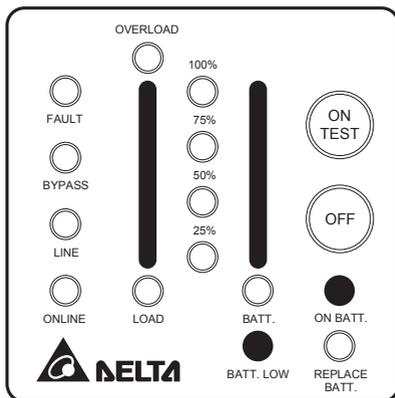

Рис. 4-7. Индикация разряженного состояния батареи
- **БАТАРЕЯ РАЗРЯЖЕНА.** Сигнализация оповещает пользователя о величине оставшегося заряда батарей. При разряде батареи ниже определённого уровня ИБП подаёт звуковой сигнал длительностью 0.5 сек через каждые 1.5 сек, пока батарея не разрядится полностью. См. рис. 4-7.